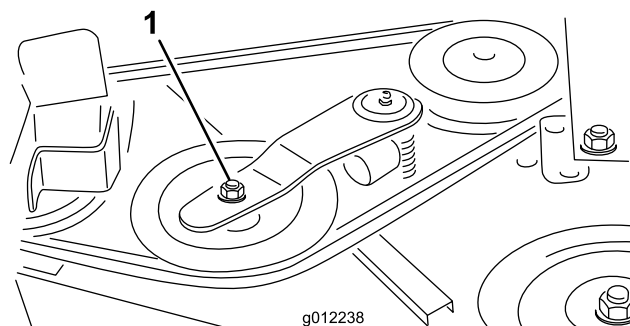
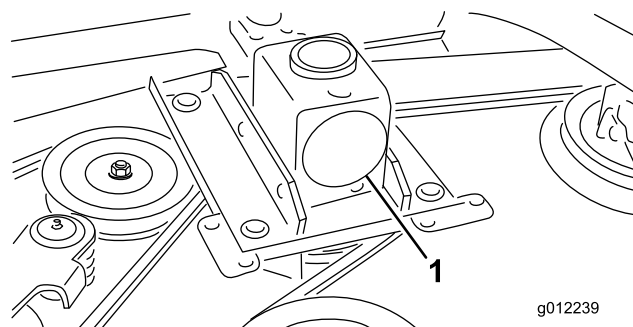

Figura 33
Figura 34
2. Utilizando uma chave de aperto ou ferramenta semelhante, afaste a polia intermédia (Figura 33) da correia da transmissão para libertar a tensão da correia e permitir que esta saia das polias da caixa de engrenagens (Figura 34).